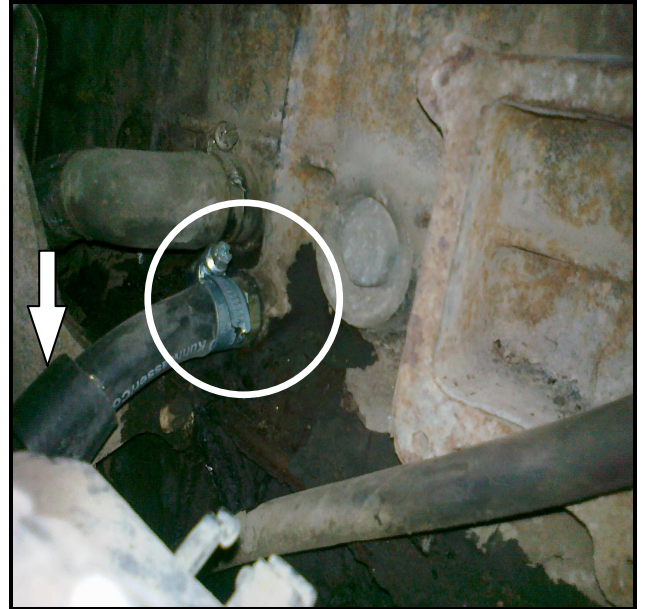

Рис.2 Монтаж штуцера и фиксация входного рукава
3.2. Снять минусовой провод АКБ, корпус воздушного фильтра и бачок ГУР. Вывернуть сливную пробку на блоке двигателя, которая находится в передней части двигателя (рис.2) и аккуратно слить охлаждающую жидкость.
3.7. На резьбовую часть штуцера М18x1,5 нанести герметик, надеть уплотнительное кольцо от сливной пробки и вернуть его в блок (рис.2).
3.9. Входной рукав с хомутом надеть на штуцер М18x1,5 и затянуть соединение хомутами (рис.2,3).
ВНИМАНИЕ! Выходной рукав не должен иметь перегибов и «горбов», Надежно зафиксировать входной и выходной рукава так, чтобы они не касались подвижных и нагреваемых частей двигателя при помощи ремешков крепежных, предварительно надев рукав защитный из комплекта (рис. 2,3,6).